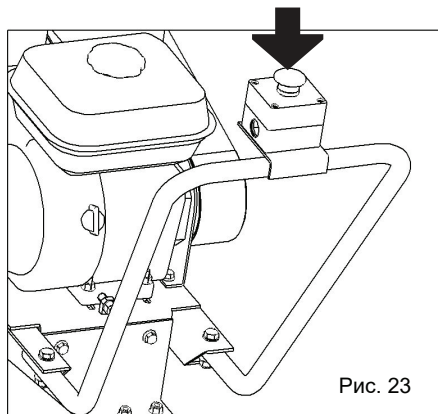

Рис. 23
Если двигатель остановлен кнопкой аварийного останова (10) (рис. 23), сбросьте останов кнопкой, повернув ее вправо до тех пор, пока она не выскочит. Кнопку необходимо сбросить, чтобы запустить двигатель.